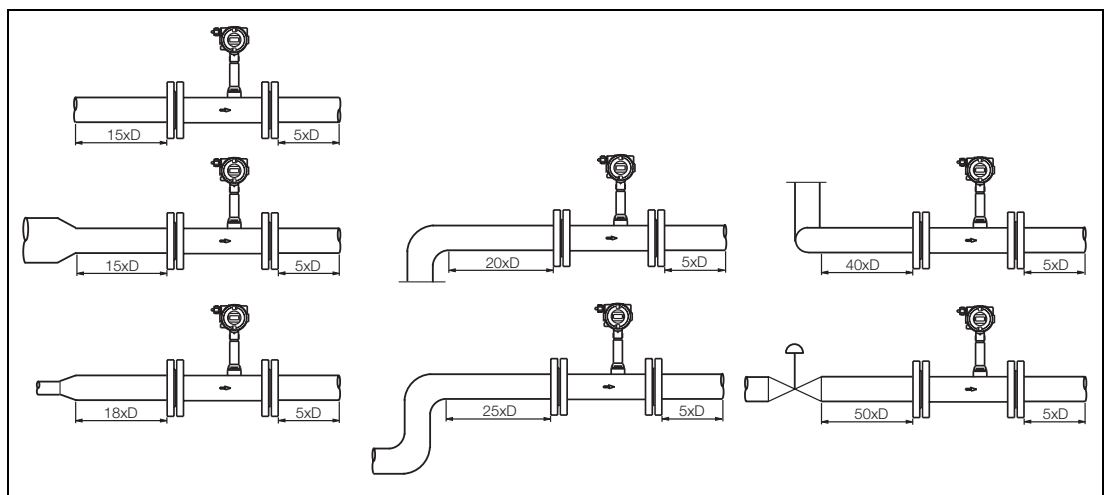

Рис. 14: Рекомендуемая длина прямолинейности входного и выходного участков
- соблюдение рекомендуемых длин входного и выходного участков трубопровода (рис. 14);